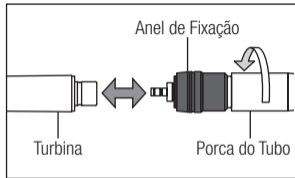

Fig. 3 115
- 1) Introduza o acoplamento no tubo e aperte a porca do tubo. (Fig. 3)